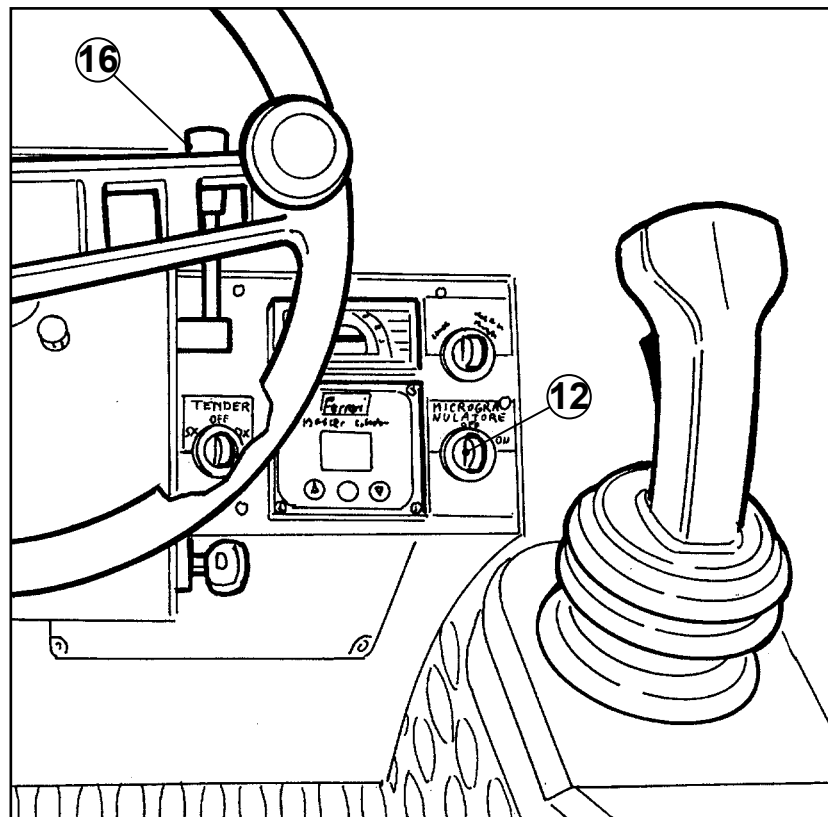

Fig. 4
- Portare il comando (12) e (16) in posizione "GUIDA AUTOMATICA" (Fig. 4).
- Premere "START" sul tastierino (A) e la macchina comincia ad avanzare.
- Place the control (12) and (16) in "AUTOMATIC DRIVE" position (Fig. 4).
- Press "START" on the keypad (A) and the machine will begin to move forward.
- Mettre la commande (12) et (16) en position "GUIDA AUTOMATICA" ("CONDUITE AUTOMATIQUE") (Fig. 4).
- Appuyer sur "START" sur le clavier (A) et la machine commence à avancer.
- Llevar el control (12) et (16) en posición "GUÍA AUTOMÁTICA" (Fig. 4).
- Presione "START" en el teclado (A) y la máquina comienza a avanzar.